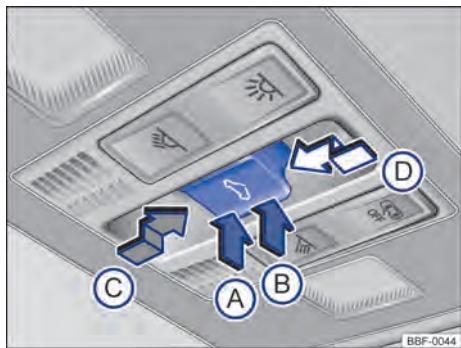

Fig. 62 No revestimento do teto: botões para teto solar e cortina de proteção solar.
- **Levantar o teto solar:** pressionar o botão → Fig. 62 **(B)** até o primeiro nível. Curso automático: pressionar o botão **(B)** até o segundo nível.
- Pressionar o botão  até o segundo nível → Fig. 62 , até que o teto de vidro esteja totalmente fechado.